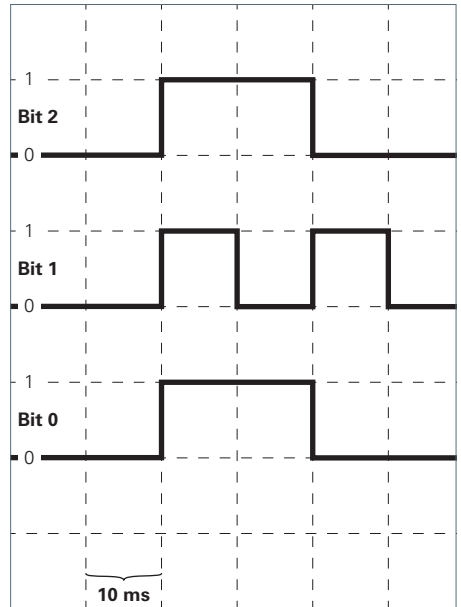

Fig. 9: Bitfolge zum Deaktivieren der Betriebsart „Kombi-Betrieb WEISS+RGB“:
- Senden Sie die Bitfolge zum Deaktivieren auf die Anschlussleitung mit den weißen Leuchten und der RGB-Leuchte, siehe Fig. 9.